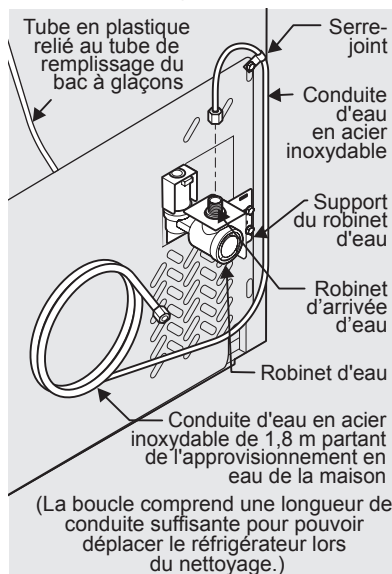

Figure 2
- l'écrou est déjà assemblé sur la tubulure. Glissez l'écrou sur la vanne d'admission et serrez à la main l'écrou sur la vanne. Serrez d'un autre demi tour avec une clé; ne PAS serrer trop fort. Voir Figure 2.